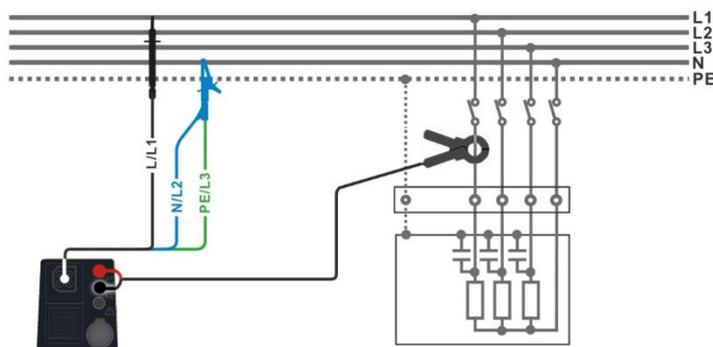

Abbildung 4.57: Oberwellenmessung
- › Schließen Sie den 3-Leiter-Prüflleitung und die Stromzange am Prüfobjekt an, siehe **Abbildung 4.57**.